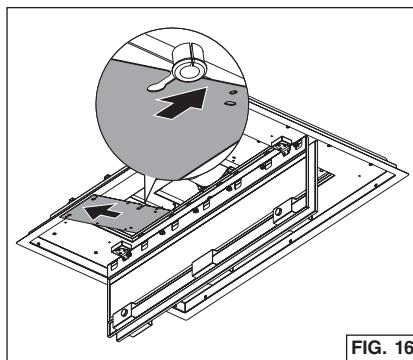

FIG. 16
- Desde el interior de la habitación, estire hacia abajo los dos paneles de cierre. Fig. 16.
- Retire (4) tornillos del panel de acceso del compartimiento eléctrico. Deslice el panel hacia un lado para exponer la caja de conexiones eléctricas.